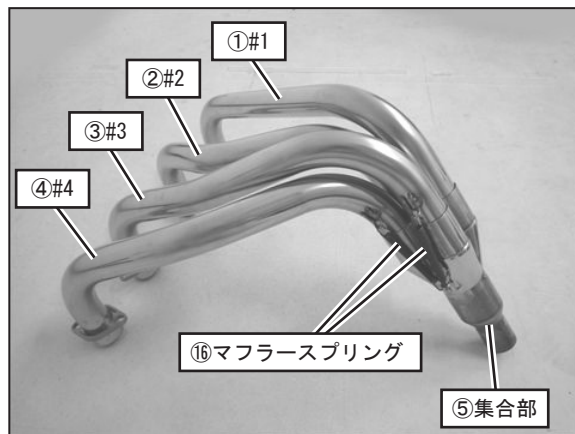

FIG. 6
7. ⑤集合部の認識ラベルの番号に合わせてエキゾーストパイプ①#1～④#4を差し込み、各パイプの間隔をエンジンの排気ポートの間隔に合う様に調整して下さい。次に、スプリング取付工具を使用して⑬マフラスプリングを4ヶ所取り付けして下さい。（FIG. 6 参照）